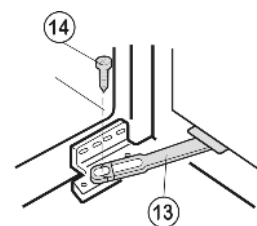

Fig. 8
- ▶ Démontez le butoir Fig. 8 (13) : retirer la vis Fig. 8 (14).